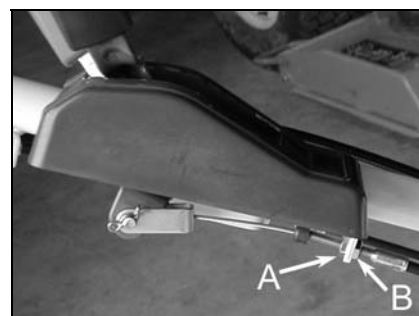

Figura 21
- Se è difficile sbloccare il manubrio, allentare il controdado (A, Figura 21) e svitare il dado B. Ultimata la registrazione, stringere nuovamente il controdado.
- Se il manubrio non si blocca in posizione, allentare il controdado (A, Figura 21) ed avvitare il dado B. Stringere nuovamente il controdado.